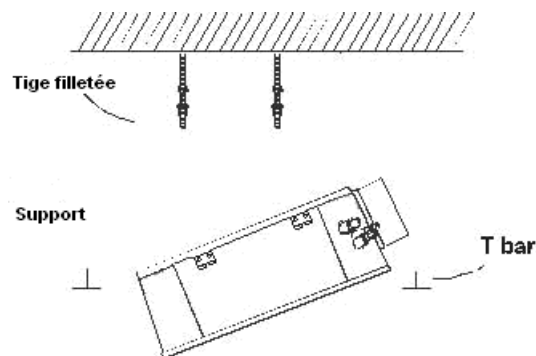
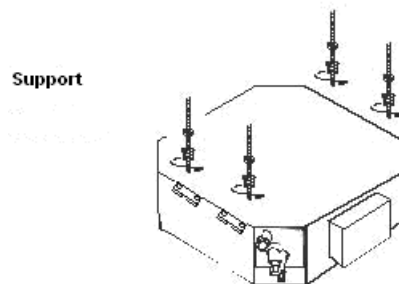

Fig. 10
Fig. 11
- Incliner l'appareil (Fig.10, Fig.11, Fig.13, Fig.14) et l'insérer dans le faux plafond. Insérer les tiges dans la fente de la patte.